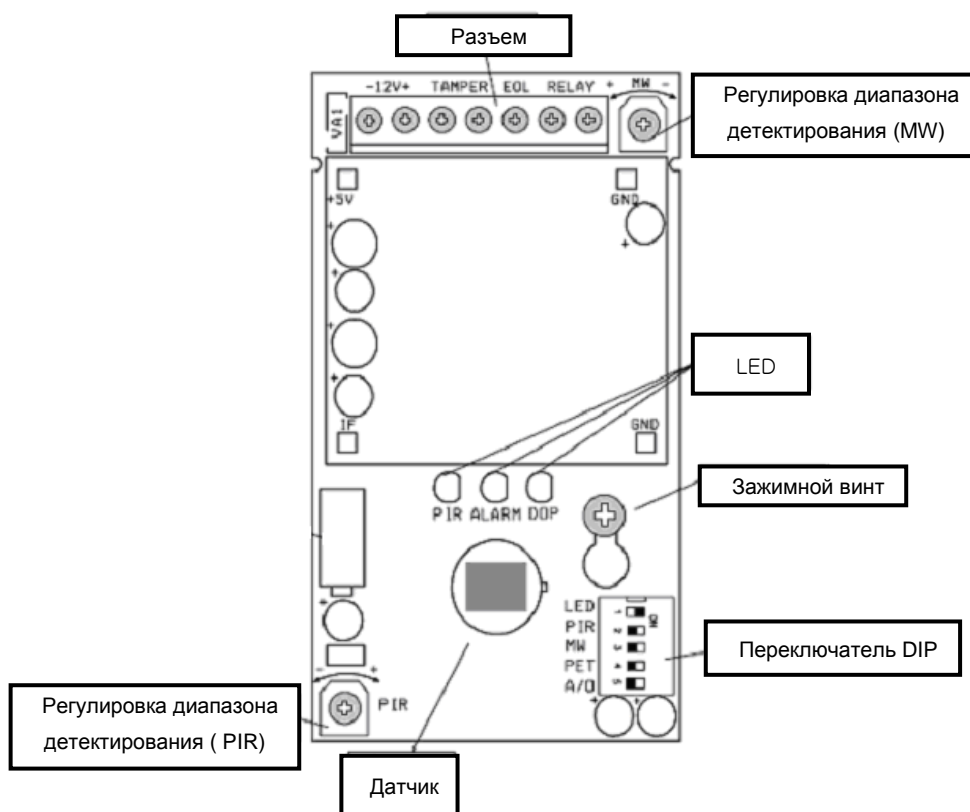

Рис. 3 Схема платы
8. Установить внутренний переключатель DIP. (см.рис.3).